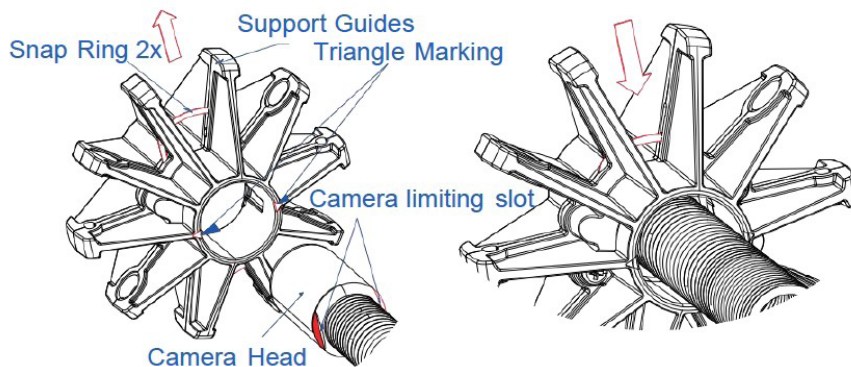

Figura 12. Installazione delle guide di supporto da 86 mm
5.1.c Installare le guide di supporto da 86 mm (Figura 12)